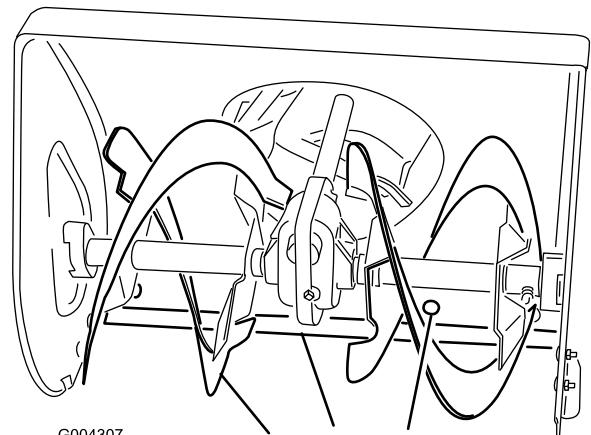

Figura 22
- Piastre laterali della coclea (2)
- Dadi flangiati (4)
- Slitta (2)
- Sostenete le pale della coclea in modo che si trovino a 3 mm da terra (Figura 22).
6. Per regolare il raschiatore allentate le cinque viti di montaggio (Figura 22), regolate il livello del raschiatore e serrate le viti.